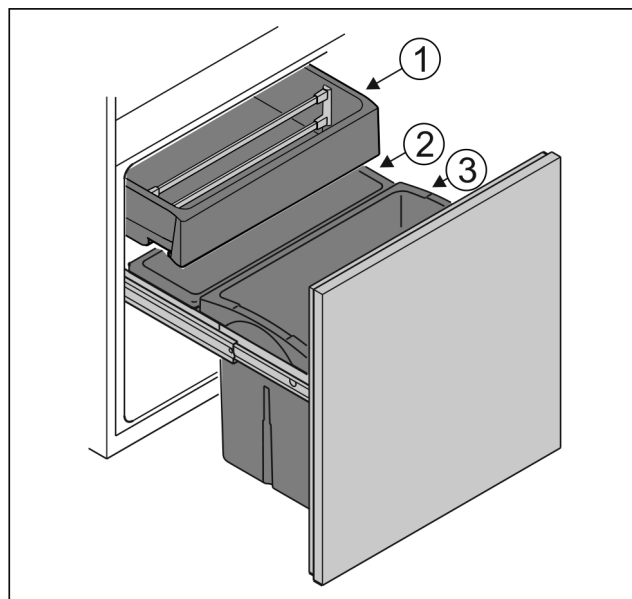

Fig. 68
- ▶ Spremnik Fig. 68 (1): Spremite nezapakirano povrće i tropsko voće.
- ▶ Spremnik Fig. 68 (2): Spremite manje vrste nezapakiranog voća i povrća.
- ▶ Spremnik Fig. 68 (3): Spremite pojedinačne boce.